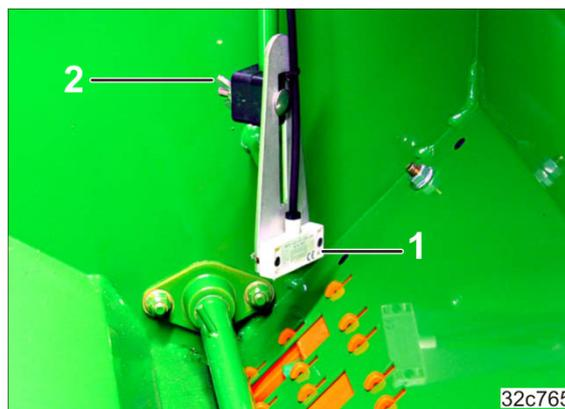

Рис. 145
1. Отрегулируйте высоту установки датчика уровня заполнения (Рис. 145/1) в соответствии с нужным остатком посевного материала.
2. Затяните барашковую гайку (Рис. 145/2).